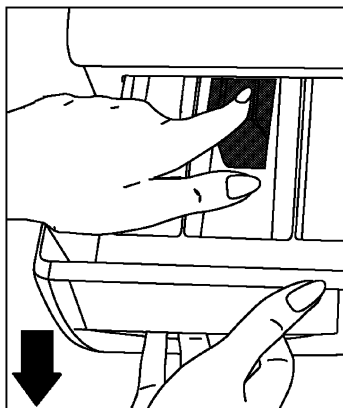

Fig 15
- Soulevez l'avant du tiroir et continuez à tirer jusqu'à ce que celui-ci sorte de son emplacement (fig.15)